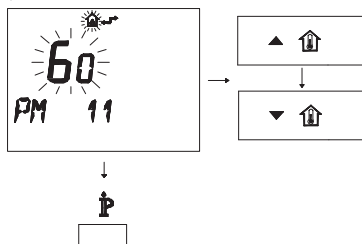

Рис. 5.40
- Измените заданное значение при помощи кнопки **▲** или **▼** и подождите, пока заданная цифра не начнет мигать (Рис. 5.40). Каждое изменение в сторону увеличения или уменьшения соответствует 1 секунде.